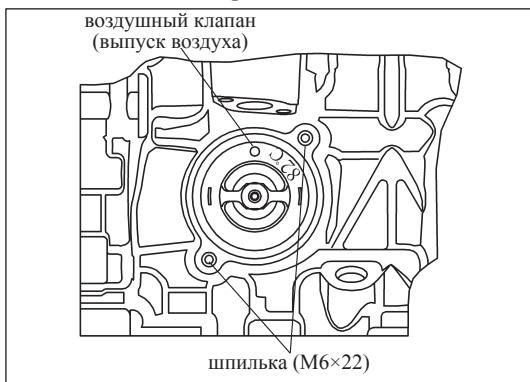

Рис. 10-5-7. Установка термостата
- (1) Установить термостат в монтажное отверстие на блоке цилиндров, при этом воздушный клапан должен располагаться вверху, как изображено на рис. 10-5-7.